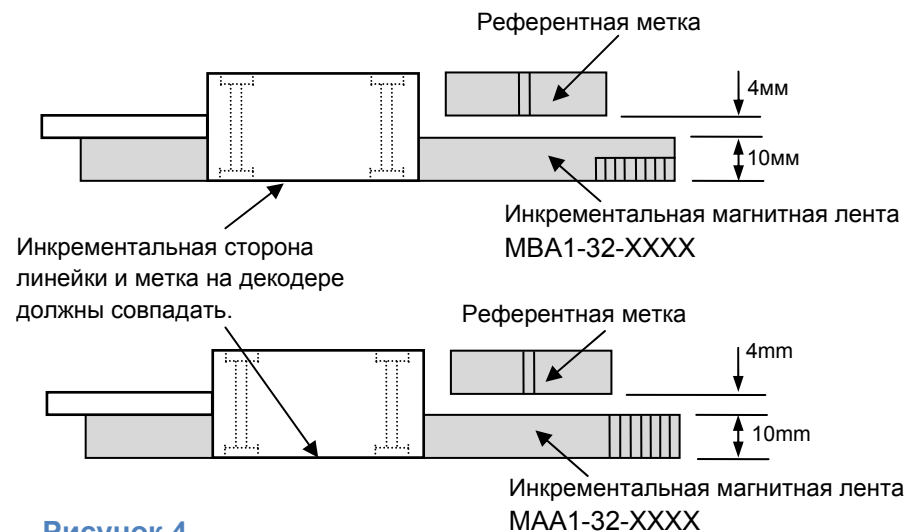

Рисунок 4
- ☞ Убедитесь, что инкрементальная метка на декодере и линейке совпадают. Референтная метка устанавливается в желаемое положение относительно другой стороны декодера. см. Рисунок 4.